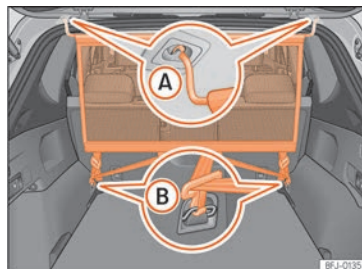

Abb. 137 Netztrennwand eingebaut.
• Netztrennwand in der linken Aufnahme am Dach einhängen » Abb. 137 (A). Darauf achten, dass die Querstange über die obere Position hinaus nach unten gezogen wird.
• Netztrennwand in der rechten Aufnahme am Dach durch Zusammendrücken der Querstange einhängen » Abb. 137 (A).
• Beide Haltehaken der Netztrennwand in die vorderen Verzurrösen im Gepäckraum » Abb. 137 (B) einhängen und die Gurte fest spannen.
• Haltehaken der Netztrennwand an den Verzurrösen » Abb. 137 (B) aushaken.
• Netztrennwand an der rechten Aufnahme im Dach » Abb. 137 (A) durch Zusammendrücken der Querstange aushängen.